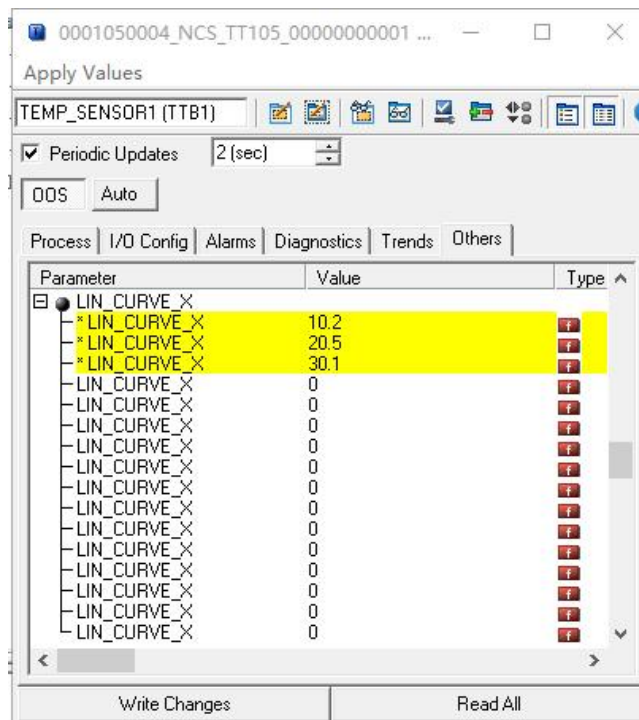

图 3.5 参数 CAL_POINT_X 的配置
- 通过标准源输入标准信号，并在组态软件上打开相应的变换块，分别读取参数 PRIMARY_VALUE 的值，将该值写入 CAL_POINT_X 数组。例如将读到的 10.2，20.5，30.4 分别写在 CAL_POINT_X 数组里，如图 3.5 所示。到此校准工作结束。